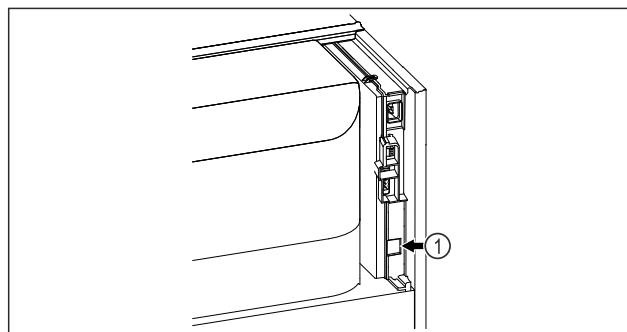

Fig. 85
- SmartModule Fig. 85 (1) è inserito.